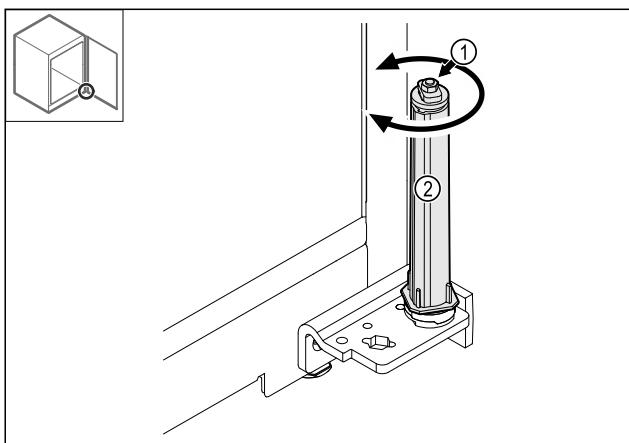

Fig. 41
- Nerozoberajte skrutkový spoj Fig. 41 (1) systému zatvárania.
- Otáčajte systém zatvárania Fig. 41 (2), kým nezavakne.